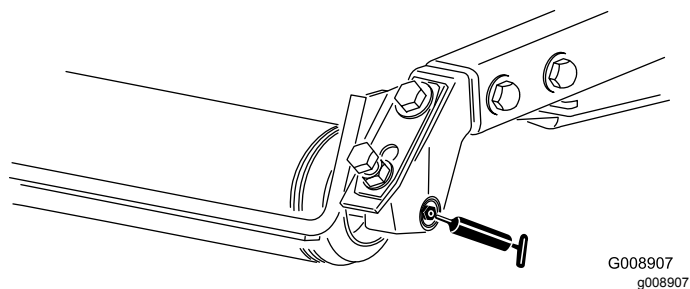

Figure 56
- Roulements de rouleau arrière (2 par tablier de coupe) (Figure 56)